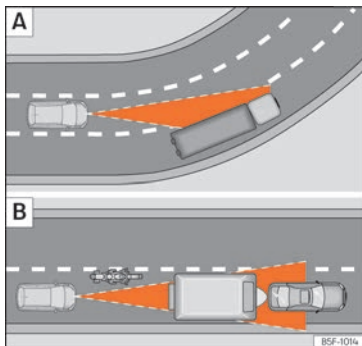

Fig. 188 [A] Veículo numa curva. [B] Motociclo que circula à frente, fora do raio de alcance do sensor de radar.
O ACC poderia não detetar em curva o veículo precedente ou poderia regular a distância com veículos que se encontram noutras faixas » **Fig. 188 [A].**
- Veículos que circulem desalinhados ou fora da zona de deteção do sensor, por exemplo, motocicletas » **Fig. 188 [B]**